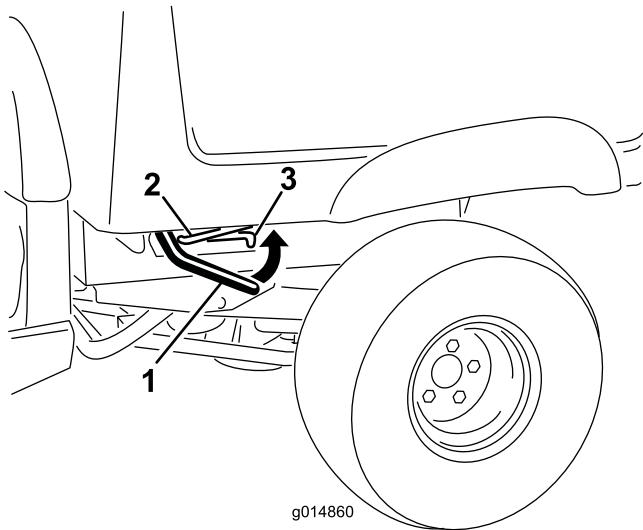

Figura 1
2. Levante la palanca situada en cada lado de la plataforma y eleve la plataforma (Figura 1).
3. Tire de la varilla de soporte hasta que entre en la muesca, afianzando la plataforma (Figura 1).